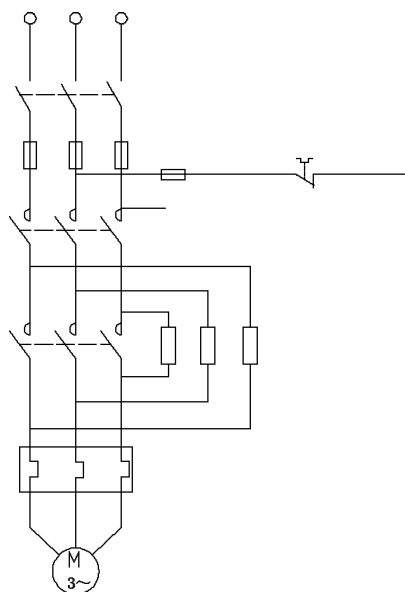

图 6-110 插入
(18) 在 FU1 图块右端绘制一条短水平线，再次执行“插入块”命令，插入 FR 图块到水平短线右端点，如图 6-110 所示。